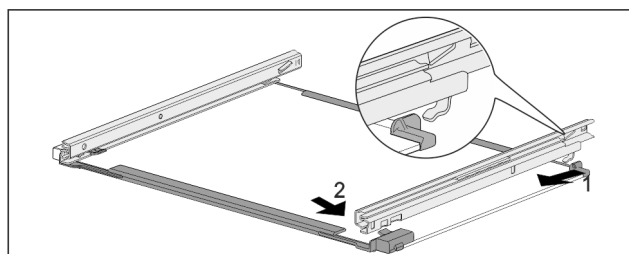

Fig. 82 Ripiano in vetro con guide
- ▶ Agganciare la guida sul lato posteriore. Fig. 82 (1)
- ▶ Innestare la guida sul lato anteriore. Fig. 82 (2)